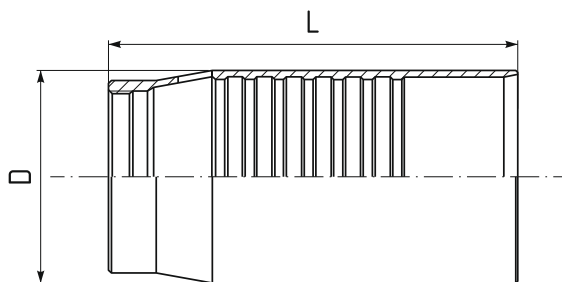

Рис. 2.5.1. Гильза обжимная КОРДФЛЕКС
- гильза обжимная КОРДФЛЕКС (см. рис. 2.5.1);